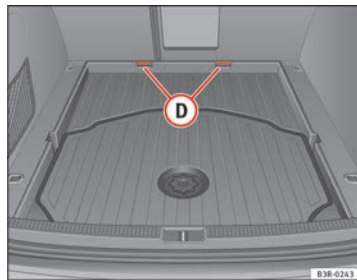

Fig. 125 Superficie de carga ampliada
- Extraiga la superficie de carga de los soportes **(D)** ⇒ fig. 125 y tire de ella en dirección a la parte trasera del vehículo.